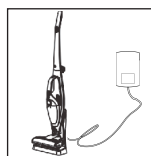

рис. 8
- Подключите конец зарядного устройства к розетке зарядной базы (22) – зарядное устройство должно быть подключено к сети, соответствующей параметрам, указанным в руководстве – **рис. 8**.
- Убедитесь, что собранный вертикальный пылесос выключен, и поместите его в зарядную базу на держатель (19). Если зарядное устройство подключено к базе, начнется зарядка, что сигнализируется индикатором (13).